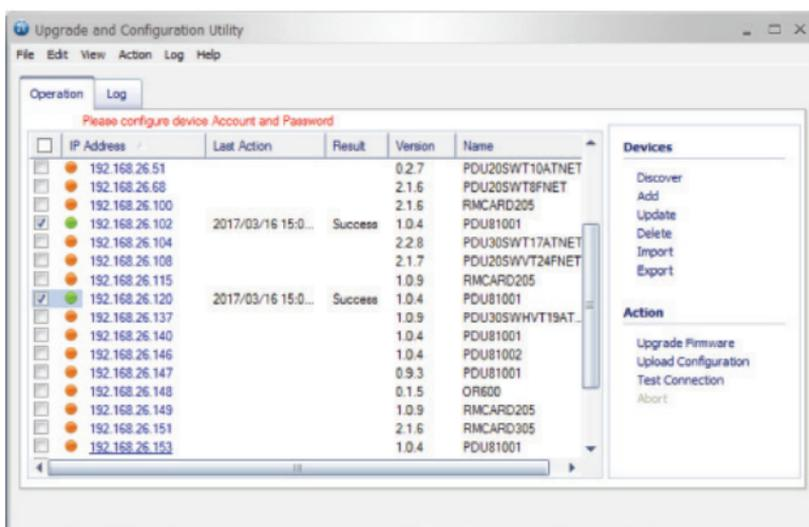

Figure 7
10. Le résultat de la mise à niveau du micrologiciel s'affichera dans la colonne **Result** (Résultat) (illustrée dans la Figure 7).